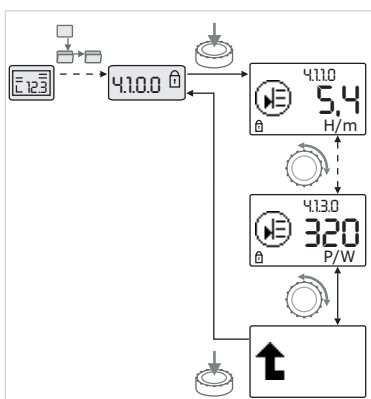

Fig. 39: Vyvolanie informácií
- Otáčaním ovládacieho tlačidla sa premiestnite k prvku menu typu „Informácia“ aktuálneho podmenu (pozri Fig. 39). Pre vysvetlenie nastavení reprezentovaných symbolmi pozri tabuľku v kapitole 8.7 „Referencia prvkov menu“ na strane 39.